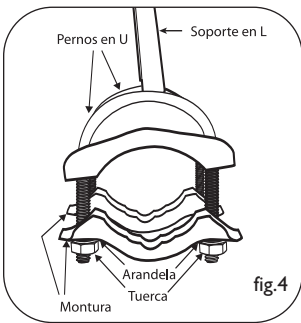

fig.4
1. Insertar los pernos en U en los orificios del soporte de pared/mástil (fig. 4).
2. Deslice las abrazaderas de mástil sobre los pernos en U (fig. 4).
3. Colocar las 4 tuercas con arandelas de cerrojo a los pernos en U – no apretar totalmente (fig. 4).